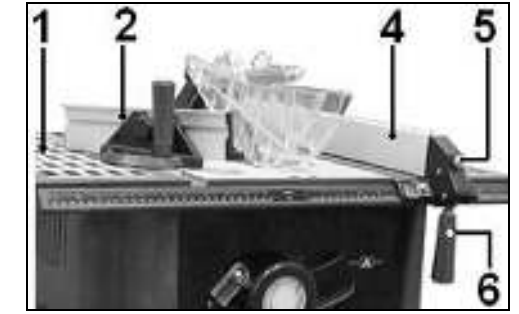

Рис.6.
8.4. Установка параллельного упора и упора для косо́го и поперечного пиления (Рис.6)
8.4.1. Установите упор для косо́го и поперечного пиления (2) в паз рабочего стола (1), как показано на Рис. 6.